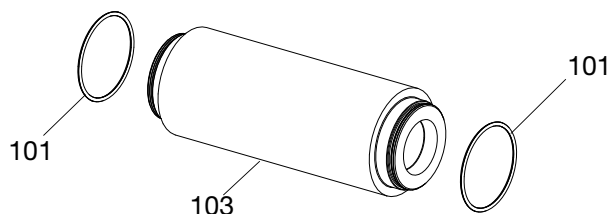

図 15
10. ポンプシリンダ (103) から 2 つの O リング (101) を取り外します。図 15 を参照してください。